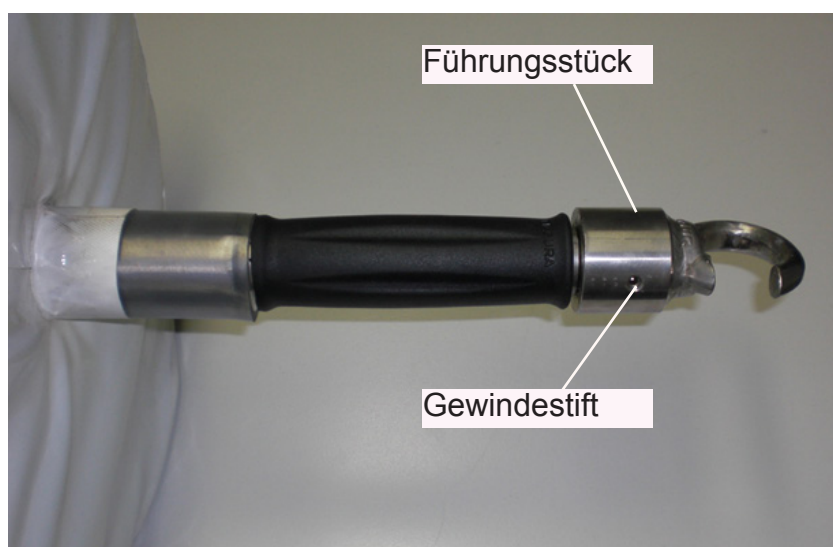

Bild 6-4: Gewindestift, Führungsstück
- Gewindestift des Führungsstücks lösen und Führungsstück herunterziehen Bild 6-4.